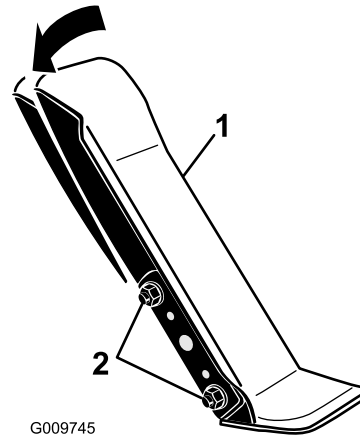

Figura 111
1. Desaperte as 2 porcas e parafusos que fixam o lado esquerdo do pedal de tração ao suporte (Figura 111).
2. Rodar o pedal para o ângulo de funcionamento pretendido e apertar as porcas (Figura 111).